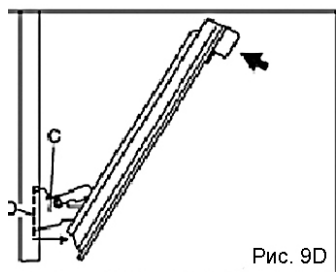

Рис. 9D
- 4-При помощи обеих рук слегка надавите внутрь на дверцу духовки, чтобы петли дверцы «С» вышли из пазов «D» (Рис. 9D), а затем потяните за дверцу вперед, чтобы отсоединить ее от духовки.